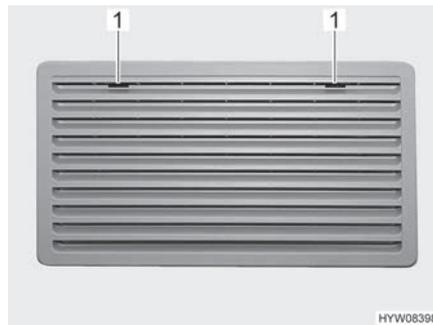
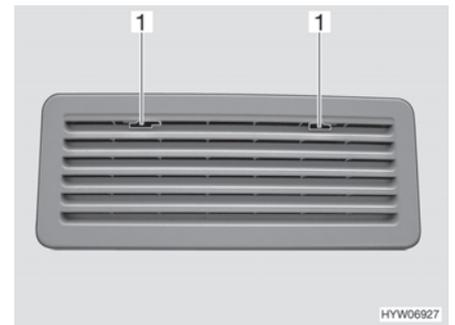

Bild 104 Kühlschrank-Lüftungsgitter (Thetford groß)
Bild 105 Kühlschrank-Lüftungsgitter (Thetford klein)
- Arretierung (Bild 104,1 oder Bild 105,1) zur Mitte schieben.